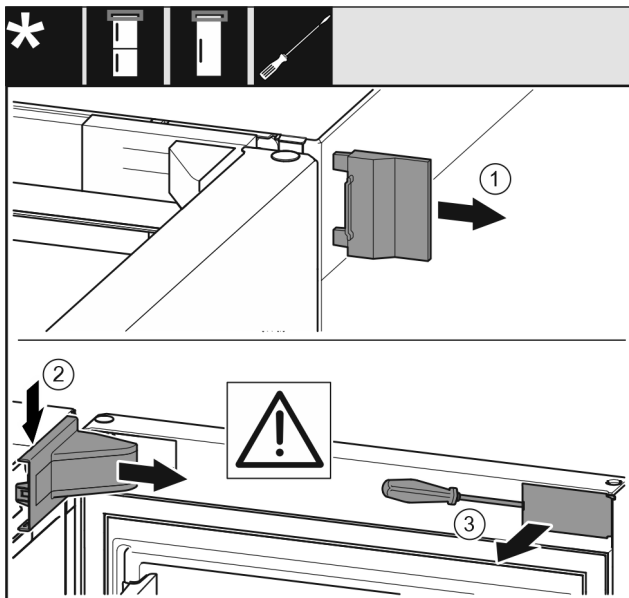

Fig. 8
- Nuimkite išorinę dengiamąją plokštelę Fig. 8 (1).
- Atfiksukite atraminės gembės dengiamąją plokštelę Fig. 8 (2) ir ją nuimkite.
- Išdrožiniu atsuktuvu atfiksukite apdailos skydelį Fig. 8 (3) ir pasukite jį į šoną.